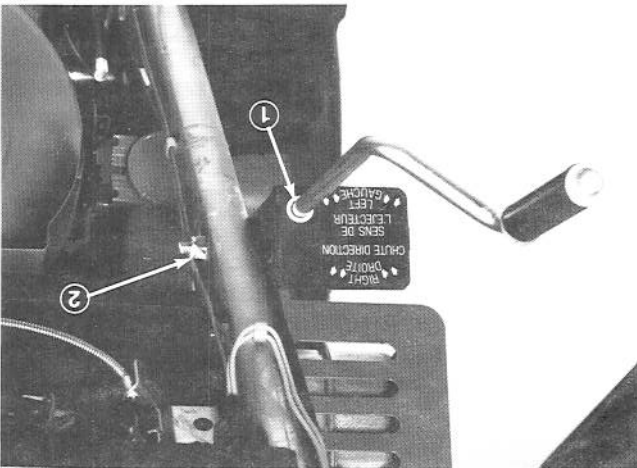

Figure 3
4. Posez le support et la tige de commande d'éjecteur sur le côté gauche du mancheron à l'aide d'une vis à tête et d'un écrou de blocage (Fig. 3), mais ne serrez pas l'écrou de blocage.